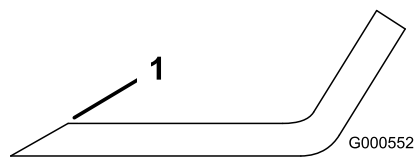

Bild 71
1. Schärfen Sie die Schnittkante an beiden Enden des Schnittmessers mit einer Feile (Bild 71).
Hinweis: Feilen Sie, wenn das Schnittmesser nicht ausgewuchtet ist, vom Flügelbereich des Messers etwas Metall ab (Bild 71).